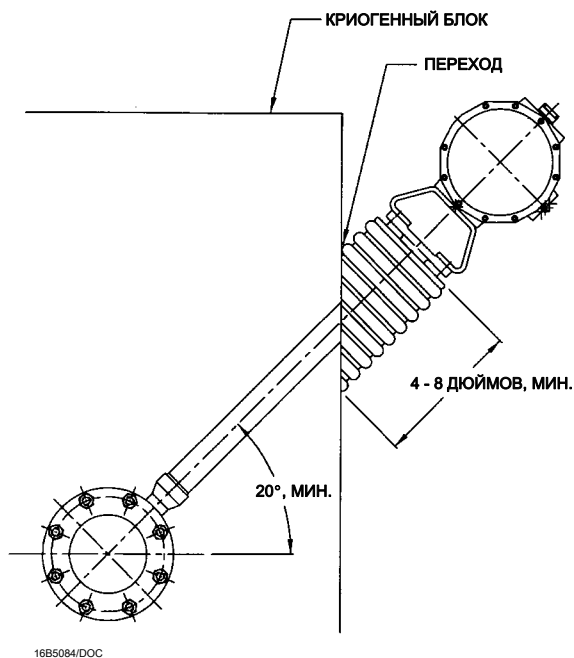

Рис. 3. Правильно установленный клапан для криогенных систем
1. Рекомендуемые положения установки клапана показаны на рис. 3. Характеристики фланцевых болтов см. в табл. 4. Вставьте сначала нижние фланцевые болты для обеспечения опоры для клапана.
- Рекомендуемые положения установки клапана показаны на рис. 3. Характеристики болтов с шестигранными головками см. в табл. 4.